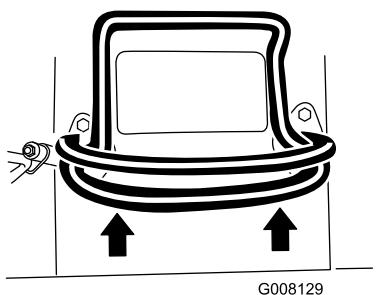
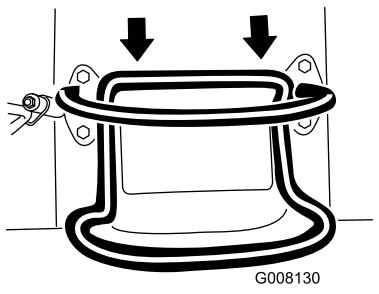

Figura 7
Figura 8
- Para desplazarse hacia adelante, mueva el control de tracción hacia adelante (Figura 7).
- Para desplazarse hacia atrás, mueva el control de tracción hacia atrás (Figura 8). **Mientras conduzca en marcha atrás, mire hacia atrás para asegurarse de que el camino está despejado, y mantenga ambas manos en la barra de referencia** (Figura 7).